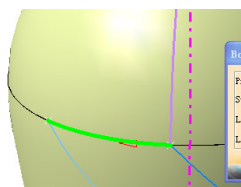
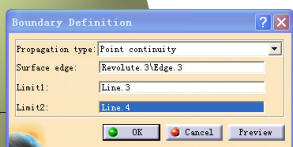

图 4-483
图 4-484
① 单击 Boundary (边界) 图标 ，选择旋转曲面 Revolute.3 下方的边界线，使用步骤 (14) 中建立的两条直线的端点对边界线作限制，如图 4-483 所示，单击 OK 按钮，得到如图 4-484 所示的边界线。